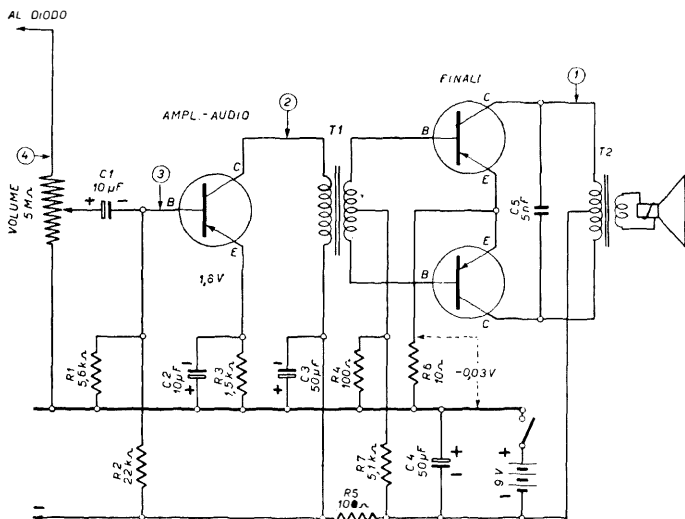

Fig. 22.15. - Controllo della sezione audio con l'iniettore di segnale.
Il segnale fornito dall'iniettore va perciò applicato all'uscita dello stadio finale, tra il punto (1) e massa di fig. 22.15. Se il segnale è sufficientemente ampio, ciò che si ottiene regolando la sua resistenza variabile, l'altoparlante